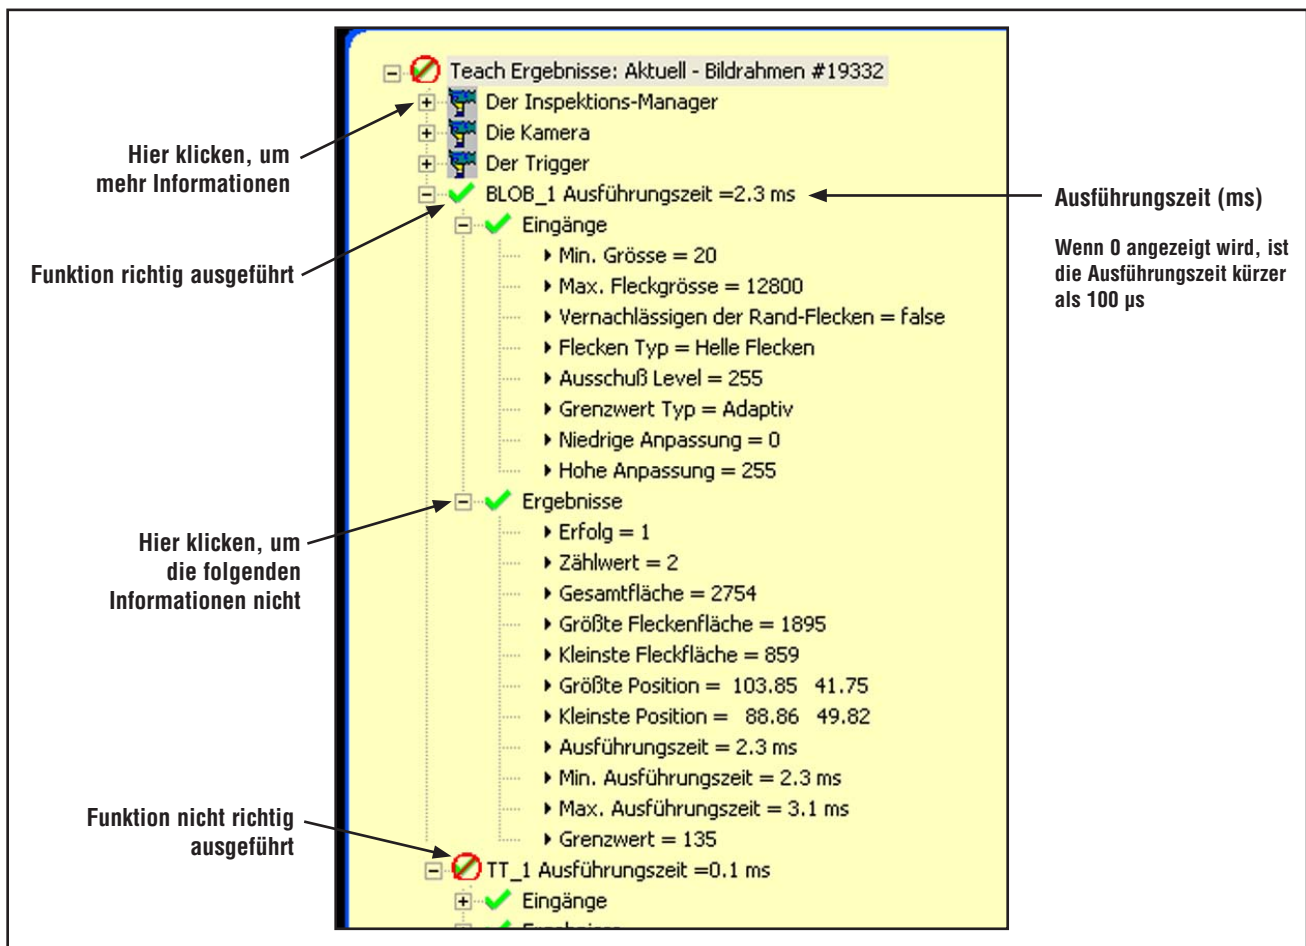

Abbildung 11-1. Ergebnisfenster
- Wenn der aktuelle Wert innerhalb der eingestellten Toleranz der Test-Funktionen liegt oder wenn die Funktion richtig ausgeführt wurde, wird neben dem betreffenden Parameter ein grünes Markierungssymbol dargestellt (siehe **Funktion richtig ausgeführt** in Abbildung 11-1).
- Wenn der aktuelle Wert außerhalb der eingestellten Toleranz der Test-Funktionen liegt oder wenn die Funktion nicht richtig ausgeführt wurde, wird neben dem betreffenden Parameter ein rotes Warnsymbol dargestellt (siehe **Funktion nicht richtig ausgeführt** in Abbildung 11-1).